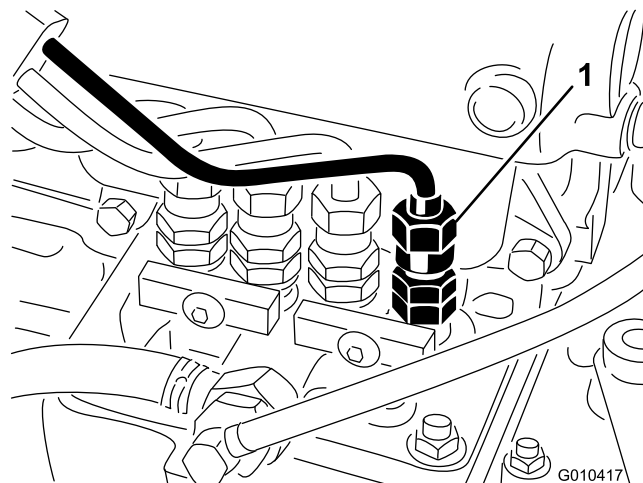

Figure 31
1. Desserrez le raccord entre l'injecteur N° 1 et le porte-injecteurs sur la pompe d'injection (Figure 31).